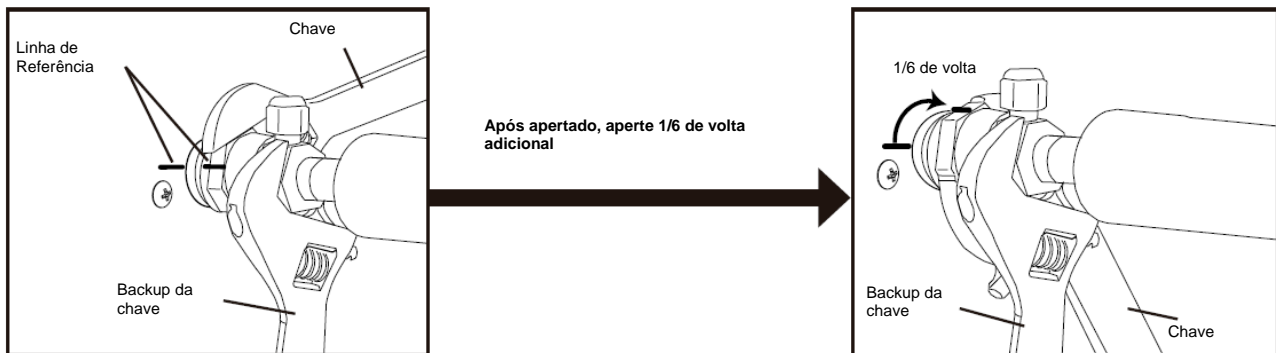

Fig. 17
- e. Marcar uma linha de referência no acoplamento fêmea e no painel de unidade. Usando uma chave de apoio na parte de trás do acoplamento fêmea, apertar a porca de seis lados do conector fêmea 1/6 de volta adicional. Consulte a Fig. 17.